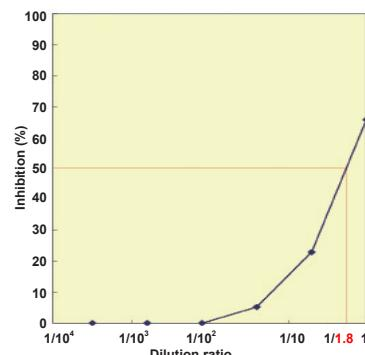

図 5 赤血球サンプルを用いた阻害曲線
- 1) 阻害曲線 (図 5) より IC_{50} 値を求める。サンプルの IC_{50} 値の希釈率は「1/1.8」となる。